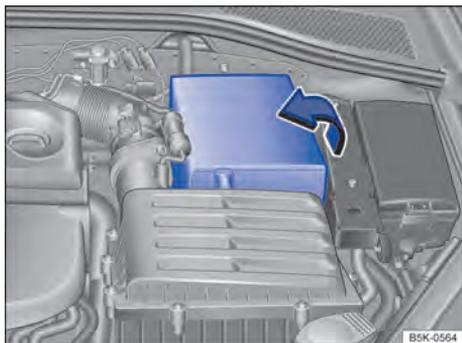

Fig. 238 En el vano motor: abrir la cubierta de la batería de 12 voltios.
- Para *abrir* la cubierta, levántela en el sentido de la flecha → fig. 238.
- Para *cerrar* la cubierta, bájela en el sentido contrario al de la flecha → fig. 238.